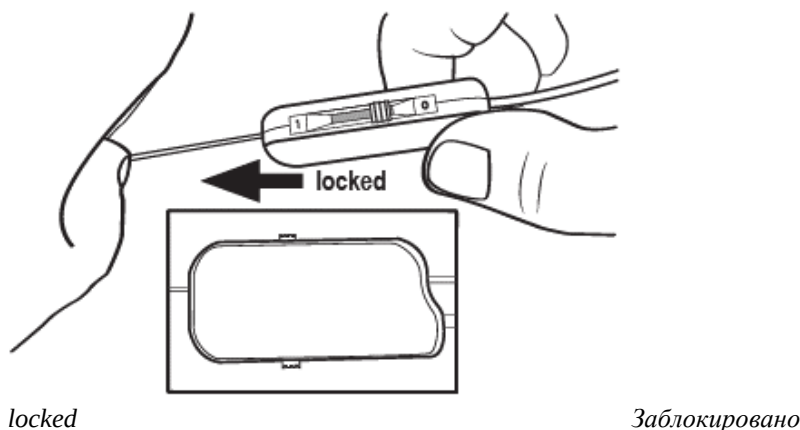

Рисунок 17. Закрепление электрода для ГСГМ в разъеме кабеля для операционной на 1x8 контактов
5. Убедитесь, что фиксирующий рычаг на разъеме кабеля для операционной находится в открытом положении (0).
6. Установив стилет электрода на место, скользящим движением продвиньте разъем кабеля для операционной на проксимальный конец электрода для ГСГМ (рисунок 17). Убедитесь, что электрод для ГСГМ введен полностью.
7. Удерживайте электрод для ГСГМ на месте. Переведите фиксирующий рычаг в (1) положение блокировки (рисунок 17).